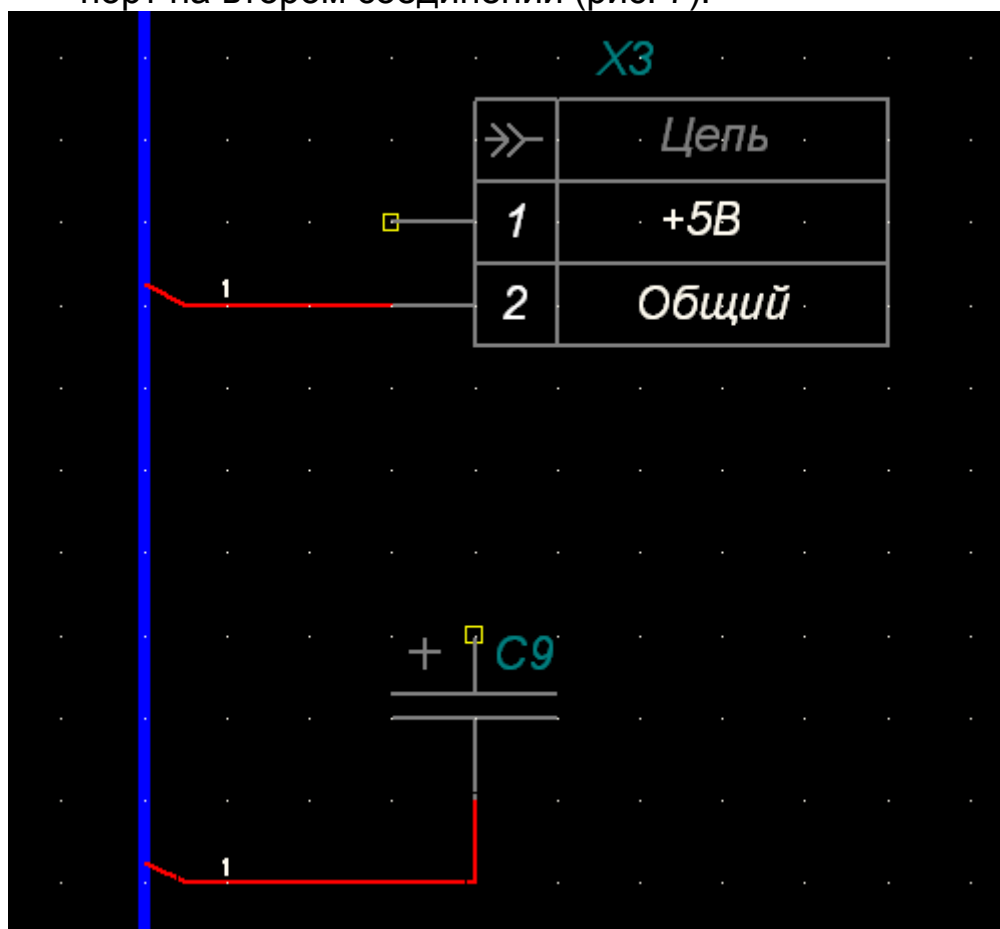

Рис. 7 Добавление соединений к цепи
2.16 Руководствуясь указаниями пунктов 2.8-2.15 разместите порт на втором соединении (рис. 7).